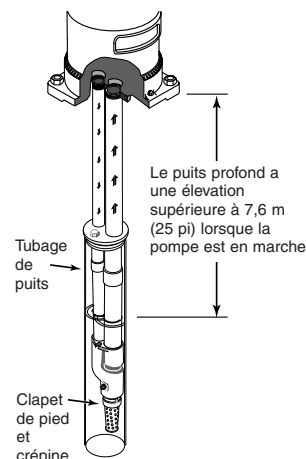

Figure 2 – Adapter la pompe à son puits
8. Utiliser un type de pompe adapté au puits. Dans le cas d'un puisage en eau profond, la distance séparant la pompe en service du niveau d'eau doit être égale ou supérieure à 7,6m (25 pi) (Fig. 2).